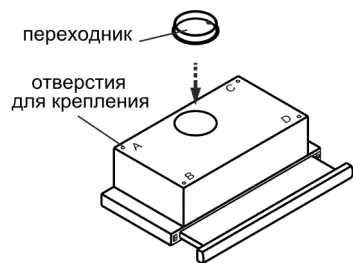
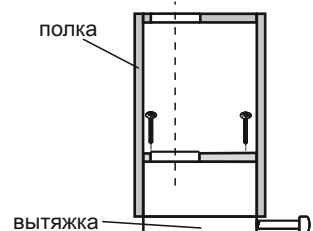

рис. 4
рис. 5
- снимите алюминиевый фильтр (рис. 4);
6.1 Установите пластиковый переходник и зафиксируйте его защелками (рис. 4).
6.3 Крепление кухонной вытяжки к верхней полке над плитой (рис. 4, рис. 5):
- вырежьте дополнительное отверстие в полке шкафа (рис. 5) для воздуховода при работе в режиме «вытяжки» и для свободного прохождения воздуха при работе в режиме «рециркуляции».